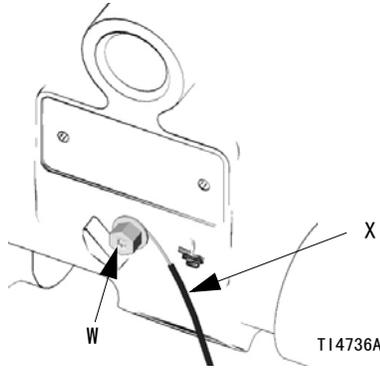

图 2：接地线连接
- 泵：连接接地导线和线夹，如图 2 所示。拧松接地螺钉 (W)。将一条最小为 12 ga (1.5 mm2) 的接地线 (X) 的一端插入后面的接地螺丝并牢固地拧紧螺丝。将接地线的另一端连接至真正的大地接地点。要订购接地线和线夹，请订购零件号为 222011 的零部件。